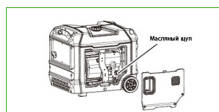

Рис. 1
- Ослабьте винт-барашек правого наружного кожуха и снимите кожух. (Рис. 1)
- Ослабьте винт-барашек правого наружного кожуха и снимите кожух. (Если это первый пуск, кожух уже должен быть снят при выполнении предыдущего шага. Если это не так, сначала выполните процедуру, показанную на рис. 1 выше.)